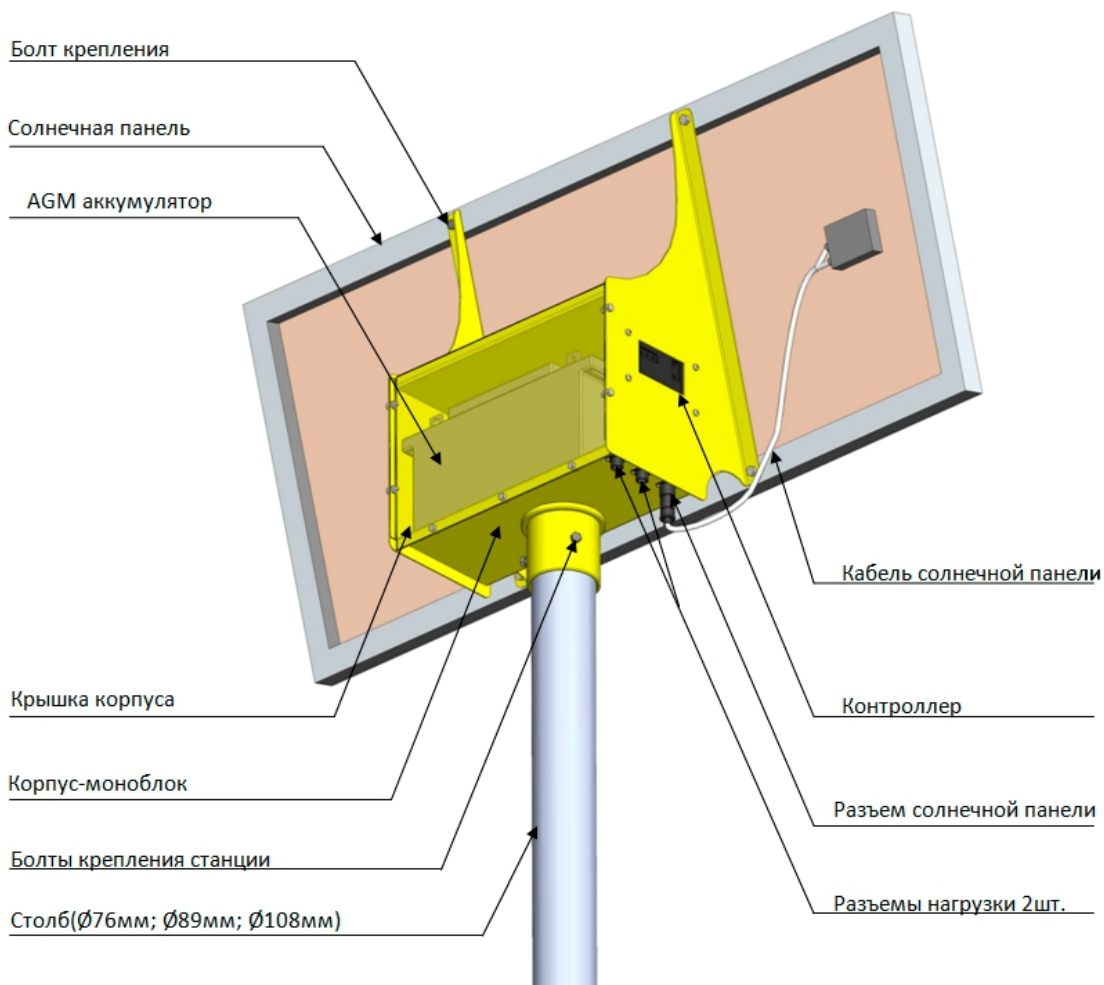
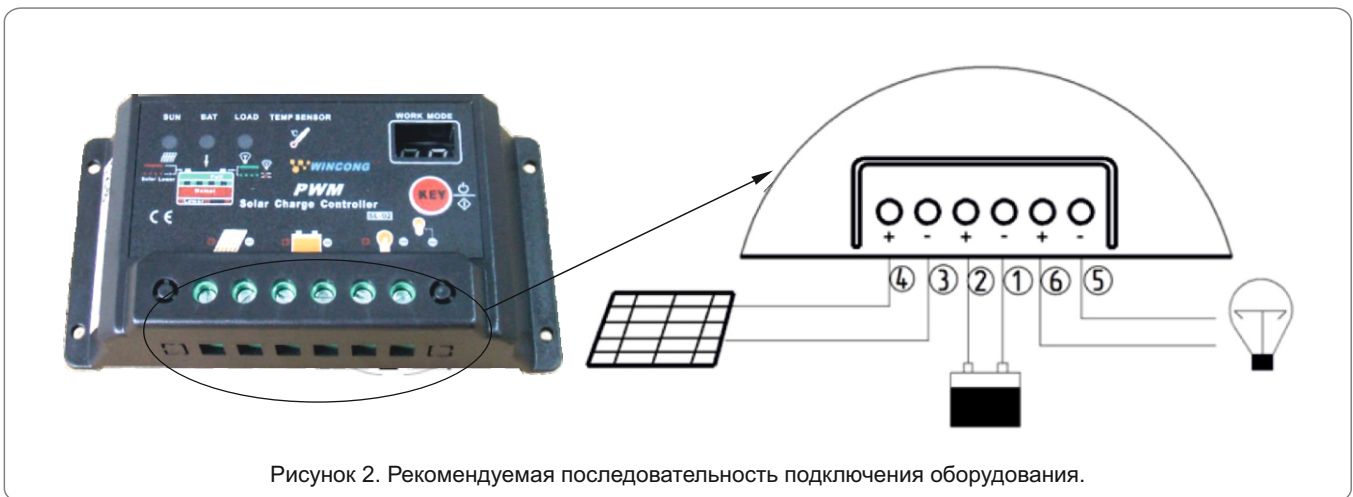

Рис. 1. Устройство Солнечной электростанции.
Рисунок 2. Рекомендуемая последовательность подключения оборудования.
3. Подсоединить к клеммам аккумулятора кабель, идущий от клемм контроллера 1 и 2 (рисунок 2). Подсоединить красный провод на "плюс", синий провод на "минус" аккумулятора.
5. Подключить кабель солнечной панели к ответному разъему солнечной электростанции (рисунок 1), идущему от клемм контроллера 3 и 4 (рисунок 2);
- Подключить кабель видеокамеры к ответному разъему солнечной электростанции (рисунок 1), идущему от клемм контроллера 5 и 6 (рисунок 2).